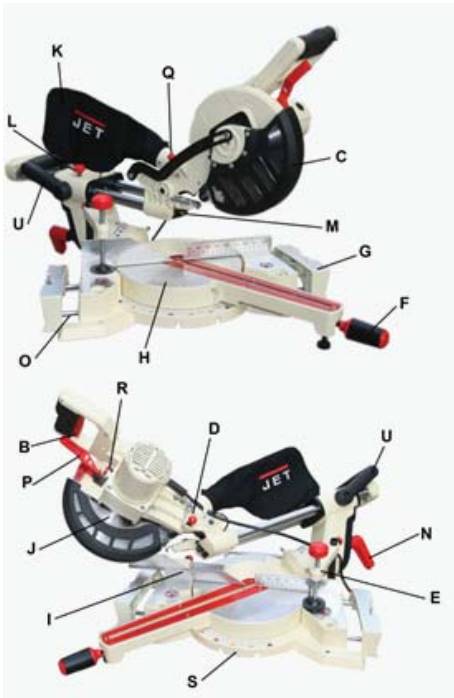

Рис. 1
- Мішок (К, Рис. 1) призначений для збору пилу. Мішок можна приєднати на шуцер у задній частині верстата.
- Пилка постачається із зафіксованою пиляльною частиною. Аби розблокувати, витягніть фіксатор (Д, Рис. 1), при цьому натиснувши на саму пиляльну частину.
- Пересуньте затиск (Р, Рис. 1) у бік та за допомогою ручки повільно натисніть на пиляльну частину униз.
- Послабте фіксатор пересування каретки (L, Рис. 1).